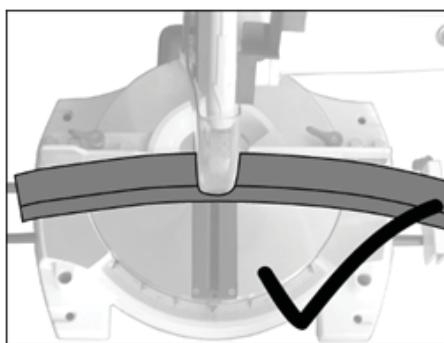

Рис. 5
- Криві та зігнуті заготовки повинні бути встановлені так, аби точка розпилю заготовки упиралася в упор для заготовки (Рис. 5).